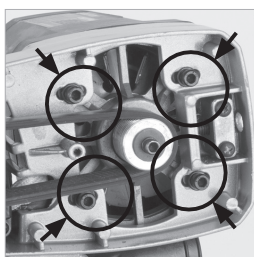

Fig. 47
- Afloje los cuatro (4) tornillos de cabeza cilíndrica con hueco hexagonal que sujetan el motor. **(Fig. 47)**